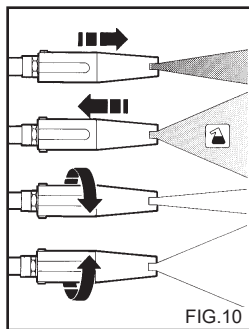

FIG.10
**USO DELL'UGELLO REGOLABILE MULTIREG (Fig. 10)**